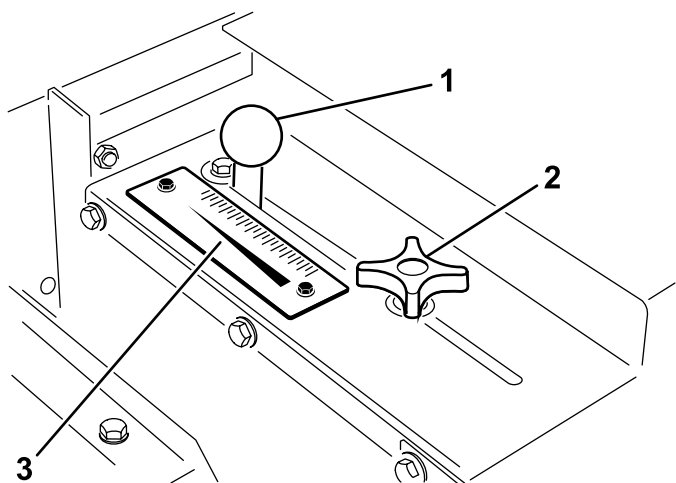

Figura 20
1. Allentate la manopola di bloccaggio (Figura 20) in modo da consentirne lo scorrimento nella scanalatura.
2. Posizionate la manopola della sponda (Figura 20) nella posizione desiderata e serratela per fissare la regolazione.
Utilizzate la relativa scala (Figura 20) per determinare la portata desiderata. Vedere Volume di applicazione della sabbia (pagina 18).